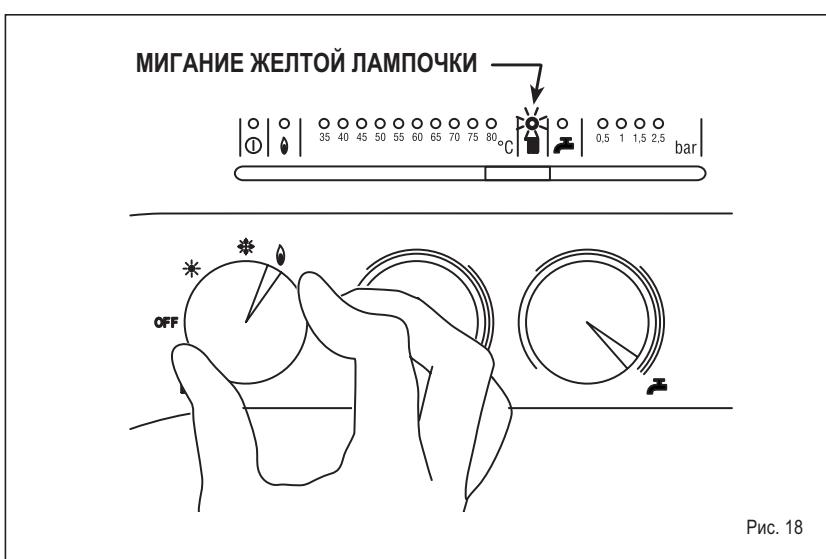

Рис. 18
Для диагностики процесса горения единичного котла, поверните и удерживайте главный включатель в положении (II) до тех пор, пока лампочка (III) не замигает желтым цветом (рис. 18).